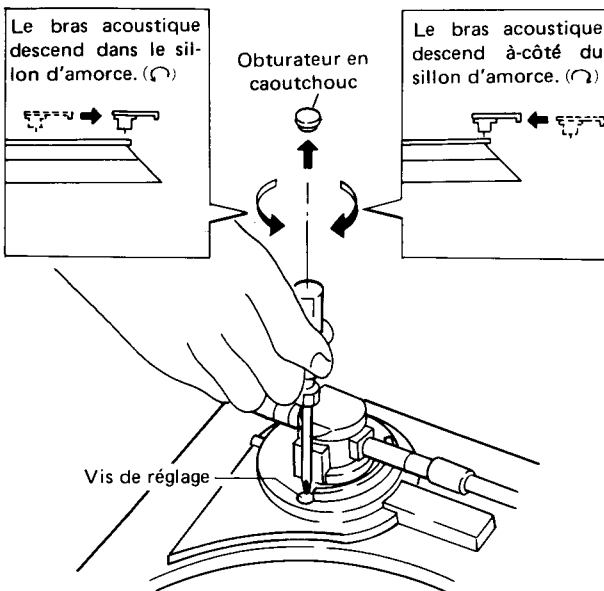

Fig. 14-1 Position de descente de la pointe de lecture
1. Retirer l'obturateur en caoutchouc (Fig. 14-1).